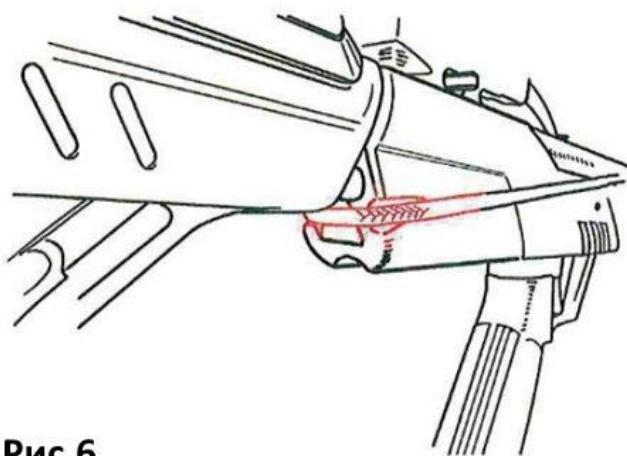

Рис.6
- За спусковым механизмом располагается специальное углубление, проденьте через него трос натяжителя, так чтобы рукоятки и крючки натяжителя оказались внизу (Рис.6).